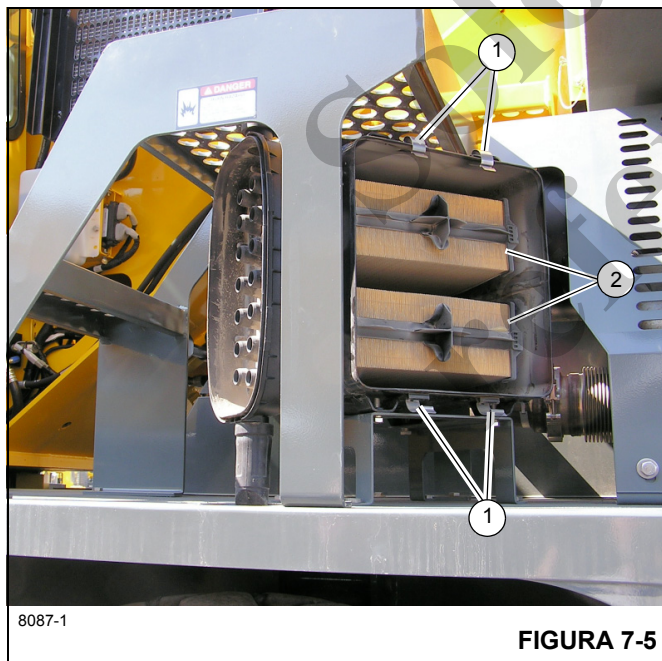

FIGURA 7-5
1. Levante las pinzas (1) (Figura 7-5) que aseguran la cubierta al cuerpo del filtro de aire y retire la cubierta.
2. Retire el filtro primario (2) (Figura 7-5) del filtro de aire y revíselo en busca de materia extraña y marcas de polvo.
6. Vuelva a colocar la cubierta en la caja del filtro de aire y asegúrela con las pinzas (1).